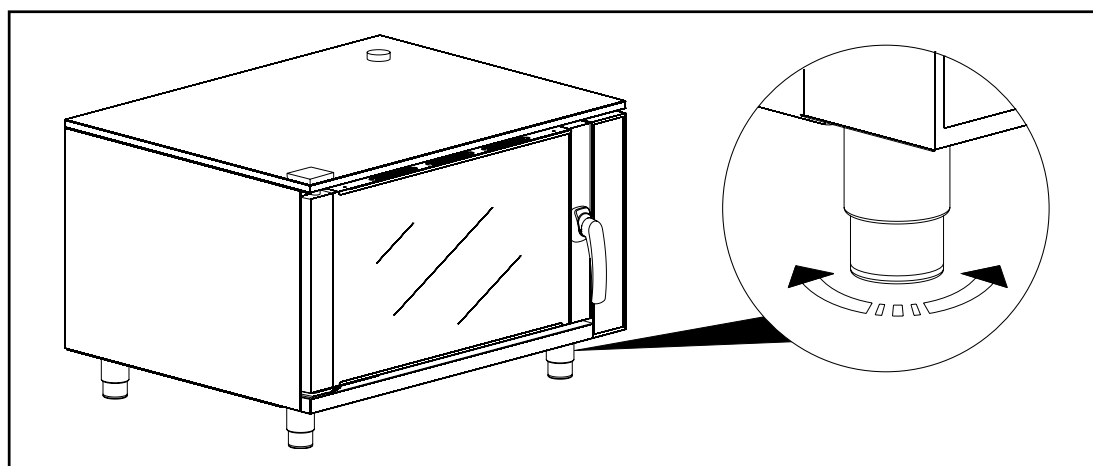

fig. 4
- Pendant l'installation sur le plan d'appui, effectuer la mise à niveau du four en agissant sur les pieds réglables (voir la fig. 4).